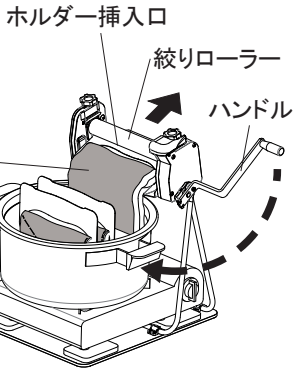

図20
1. 付属のタオルホルダーは、9頁図20のようにホルダー挿入口からタオルをくぐらすためのものです。